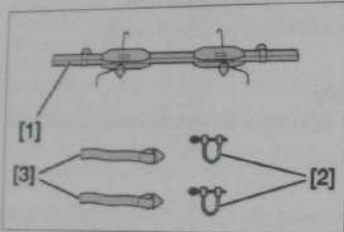

Fig. 1
- [1]. Compresseurs de suspension (réf : 0916-A) (Fig.1).